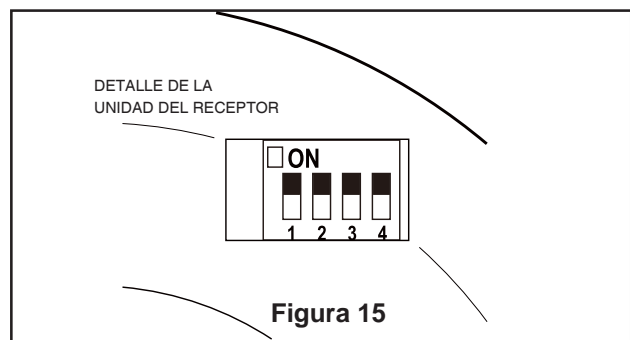

Figura 15
2. Para configurar el código de unidad del receptor. Deslice los interruptores de código a las mismas posiciones que en el transmisor (Figura 15).